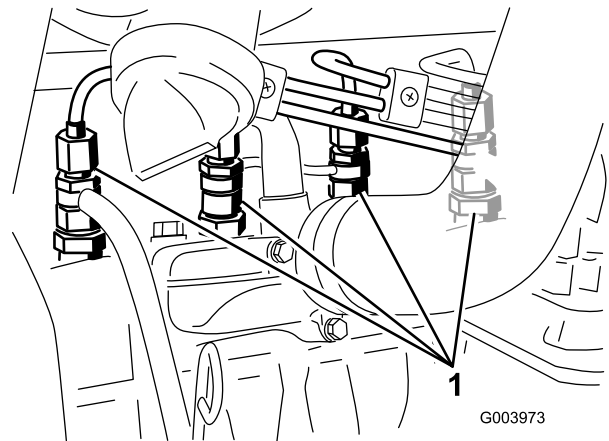

Figura 49
1. Afloje la conexión entre el tubo y el conjunto de boquilla y soporte N° 1 (Figura 49).